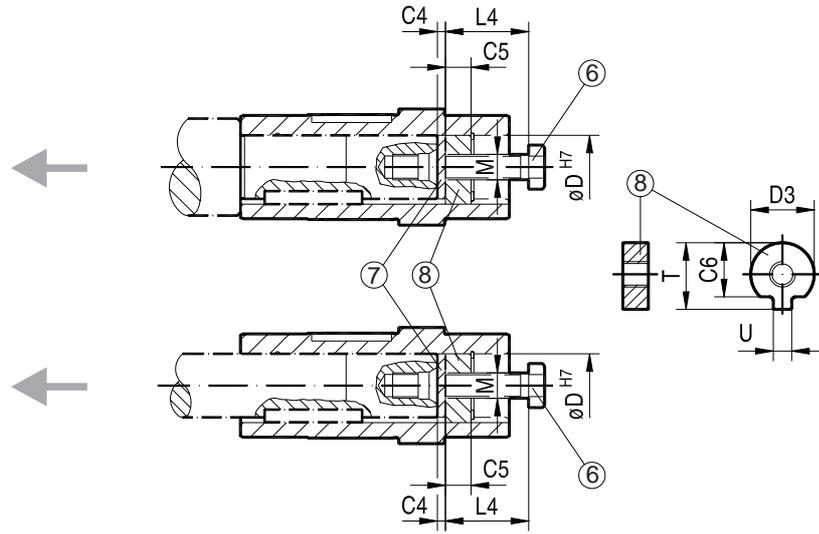

Bild 6: Demontage
1. Lösen Sie die Befestigungsschraube (6).
2. Entfernen Sie den Sicherungsring (3) und, falls vorhanden, das Distanzrohr (5).
3. Setzen Sie gemäß Bild 6 zwischen Kundenwelle (4) und Sicherungsring (3) die Abdrückscheibe (7) und die verdrehsichere Mutter (8).
4. Setzen Sie den Sicherungsring (3) wieder ein.
5. Setzen Sie die Befestigungsschraube (6) wieder ein. Sie können jetzt das Getriebe von der Welle abdrücken